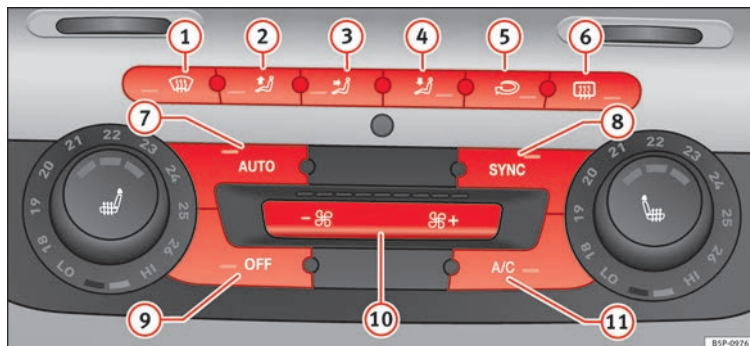

Fig. 120 Mandos del 2C-Climatronic en el tablero de instrumentos.
– Para activar el modo manual pulse una de las teclas **» fig. 120 ① al ⑤**, o pulse las teclas de la turbina **⑩**. La función seleccionada aparecerá en el display de la radio o del navegador.
– Pulse la tecla **↻** **» fig. 120 ⑤** para conectar o desconectar la recirculación de aire. Está conectada si en el display aparece el símbolo **↻**.